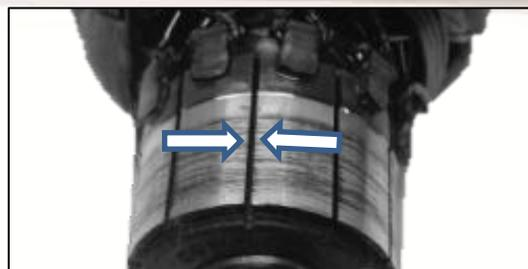

Fig.7.33
- Limpiar las hendiduras (A) de las incisiones de la pastilla aislante de mica del estator son obligatorias para mantener el funcionamiento normal del conmutador Fig.7.33.